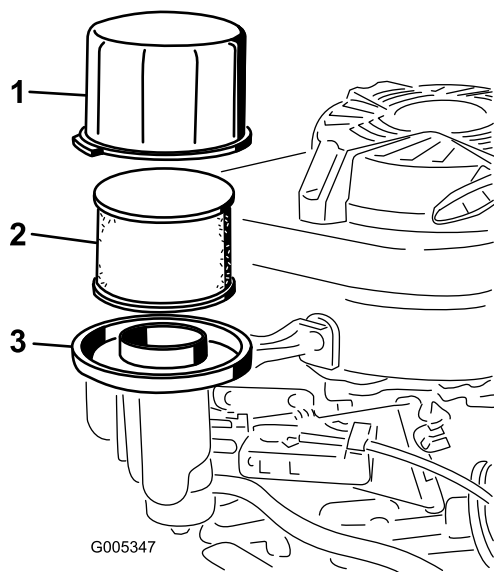

Figura 23
2. Scoateți capacul i curățați-l bine (Figura 23).
3. Îndepărtați i prefiltrul din spumă i filtrul de aer din hârtie de pe baza filtrului de aer (Figura 23).